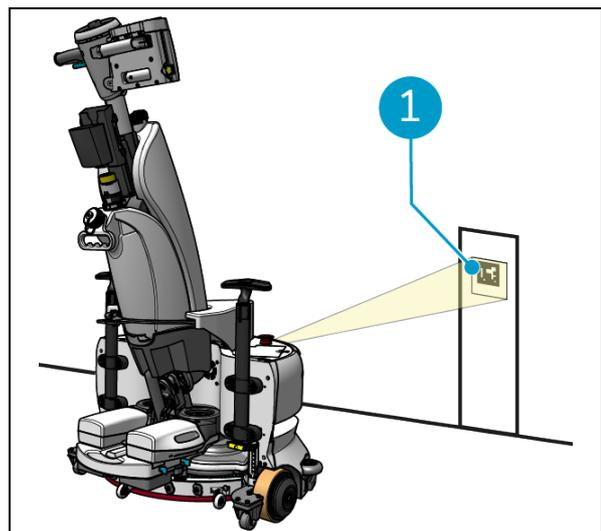

Figura 27
1. Posizionare l'i-walk a circa 30 cm di fronte al codice QR (Figura 27, pos. 1). Il pulsante Teach Repeat lampeggia in blu quando il codice QR viene riconosciuto.